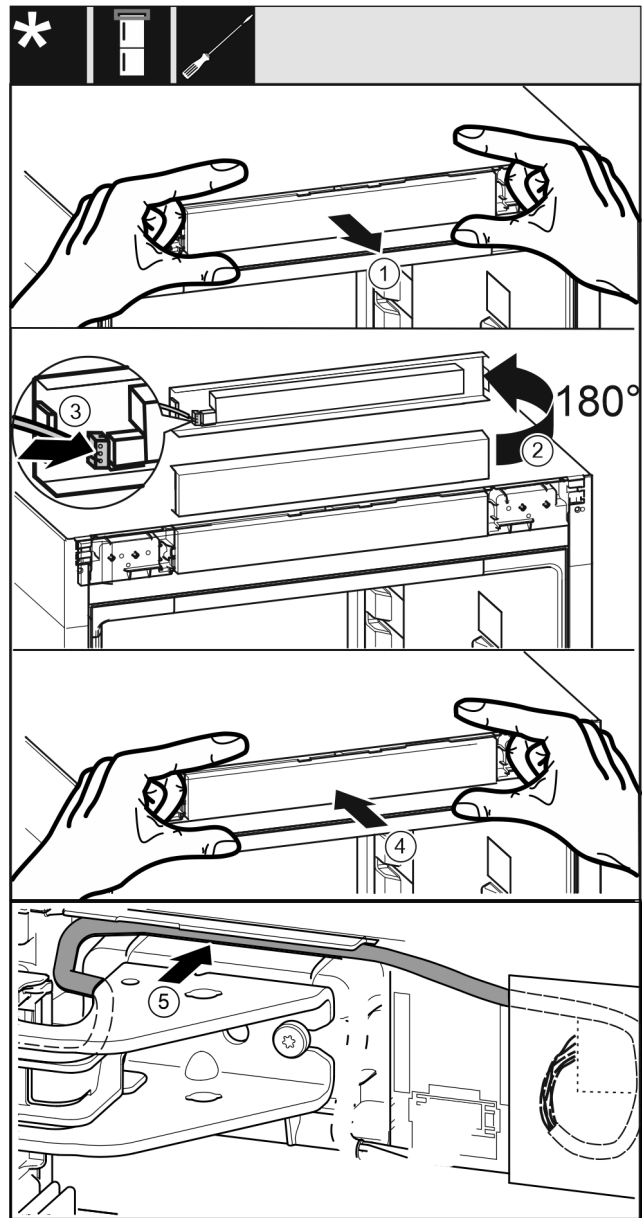

Fig. 62
- ▶ 小心地取出控制面板 Fig. 62 (1)。
- ▶ 将控制面板 Fig. 62 (2)向上旋转 180°。
- ▶ 将插头 Fig. 62 (3)卡紧在控制面板上。
- ▶ 将控制面板 Fig. 62 (4)重新卡紧在冰箱上。
- ▶ 将电缆 Fig. 62 (5)通过上方托架小心地放置到导向装置中。